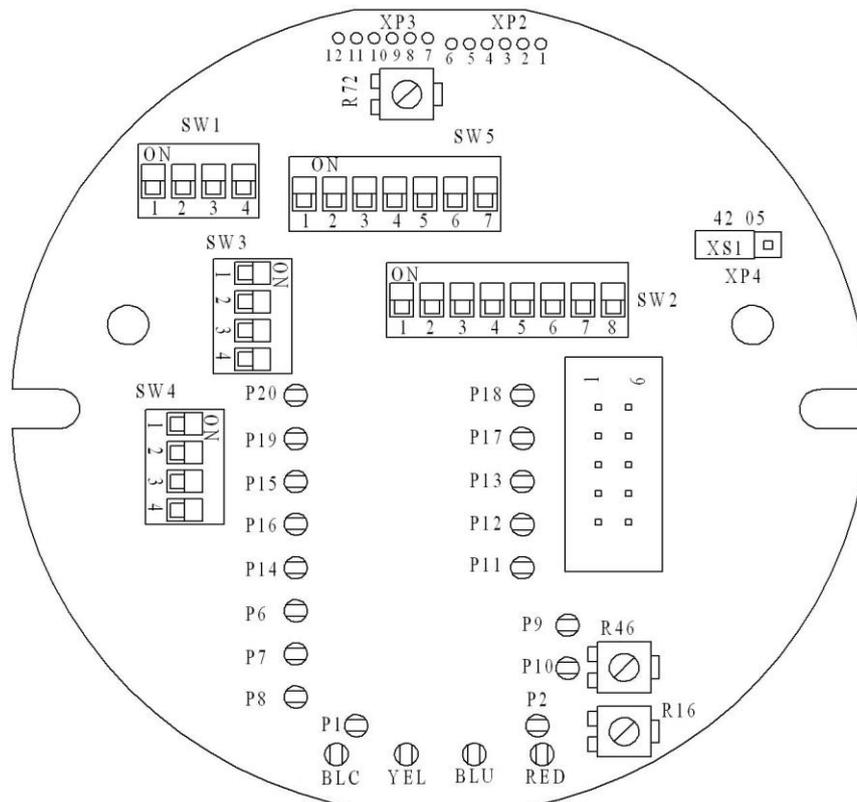

Рисунок 1 Внешний вид платы с элементами регулировки
1.3.2 Электронный блок смонтирован на одной плате (рисунок 1), размещенной в корпусе преобразователя.
Под крышкой корпуса, на плате электронного блока (рисунок 1) расположены переключатели SW1, SW3, SW4, которые служат для установки параметров выходного сигнала преобразователя: сигнал 4...20 или 0...5 mA, возрастающая или убывающая выходная характеристика.
Блок-схема электронного блока с платой (рисунок 1) представлена на рисунке 3.